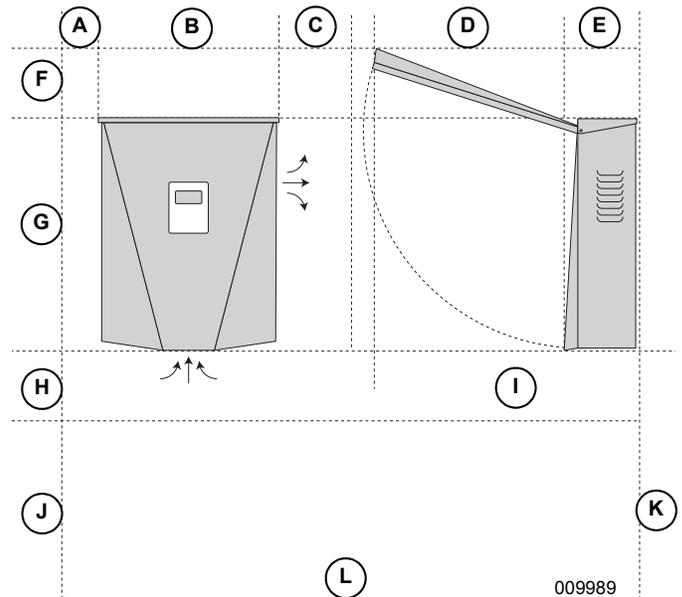

Figura 4-1. Separaciones de montaje
- Consulte la **Figura 4-1**. Respete todas las separaciones de montaje.